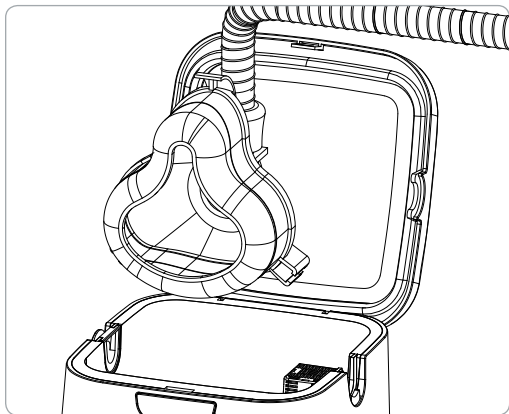

Figura 7. Ponga la máscara de PAP en la cámara de desinfección
4. Introduzca la máscara en la cámara de desinfección dejando que la manguera de PAP conectada se apoye en la ranura de la manguera libre, en el lado opuesto al tapón de la ranura de la manguera extraíble (figura 7).